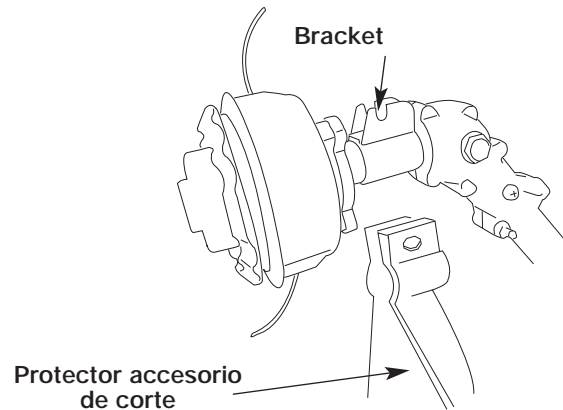

Fig. 2
2. Insterte el tornillo, la tuerca, la arandela y la arandela de seguridad y apriete firmemente (Fig. 2).